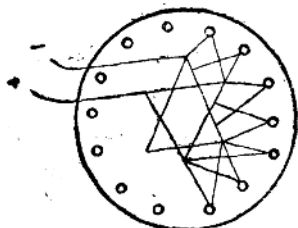

图 13
(2) 三角联线法(图13), 这种方法可以避免丢炮瞎炮现象。